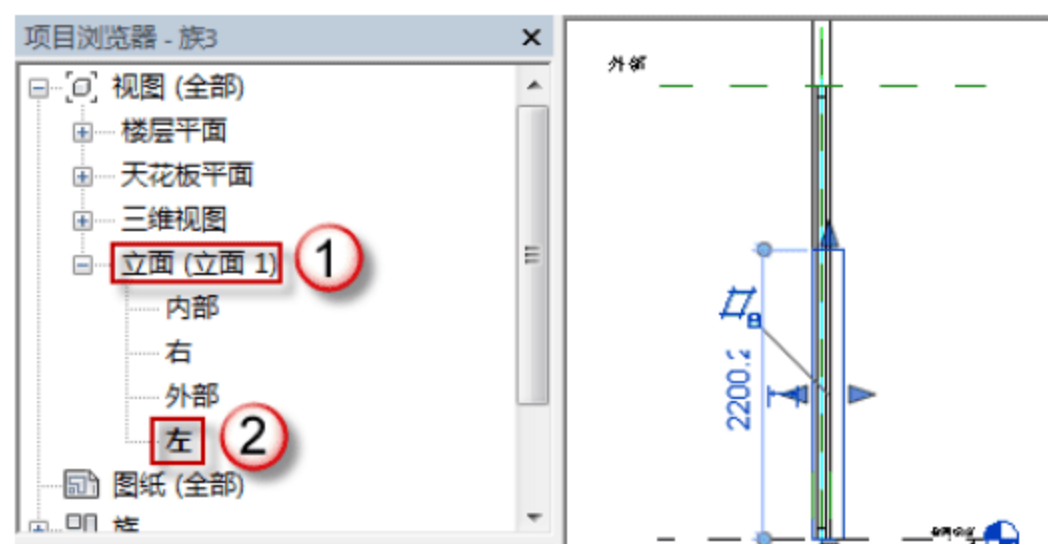
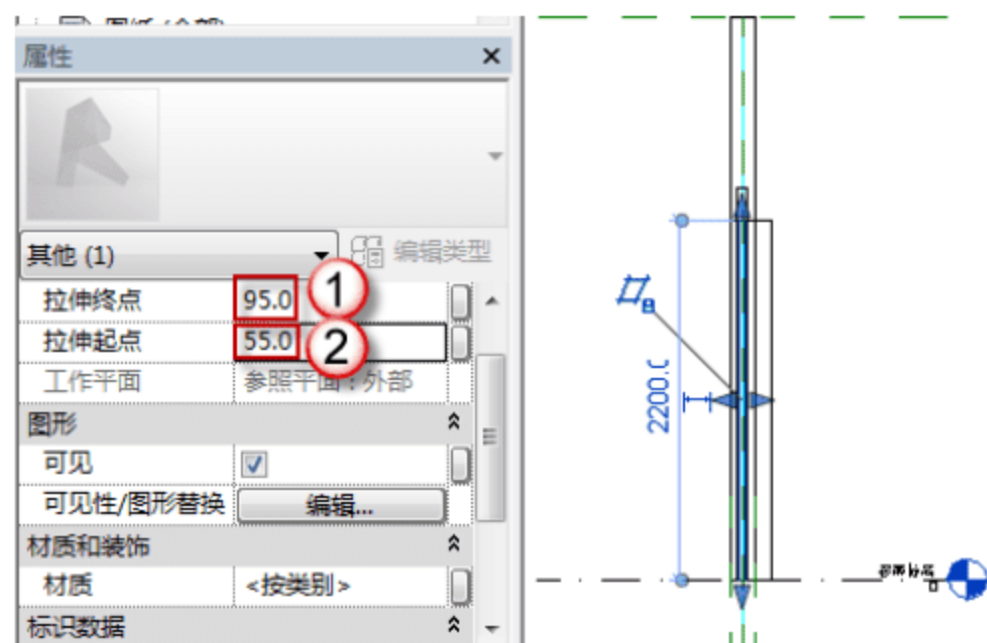

图 6.3.59 MC2934 门板的左立面图
图 6.3.60 修改门板的位置及厚度
(17) 修改 MC2934 的门板的位置及厚度。选择“项目浏览器”中的“立面（立面 1）”→“左”命令，可以进入 MC2934 的左立面视图，如图 6.3.59 所示。选择绘制好的门板，打开“属性”面板，在“拉伸终点”中输入“95”字样，在“拉伸起点”中输入“55”字样，如图 6.3.60 所示。